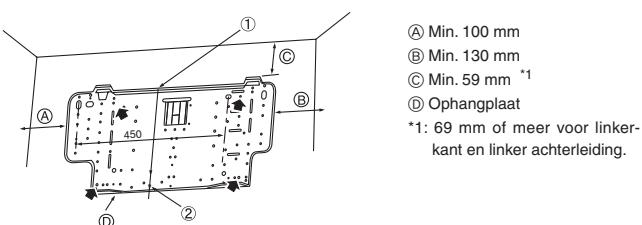

Fig. 3-3
- ▶ De muurbevestigingsmal moet aan weerszijden en indien mogelijk ook in het midden worden bevestigd. Zet hem nooit op één plaats vast en zorg altijd dat de mal symmetrisch bevestigd is (het beste is de mal te bevestigen op alle plaatsen die met een vette pijl staan aangegeven). (Fig. 3-3)